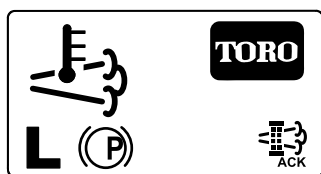

Figura 61
8. O InfoCenter apresenta o Ecrã inicial e o ícone de confirmação da regeneração (Figura 61) surge no canto inferior direito do ecrã enquanto a regeneração é processada.